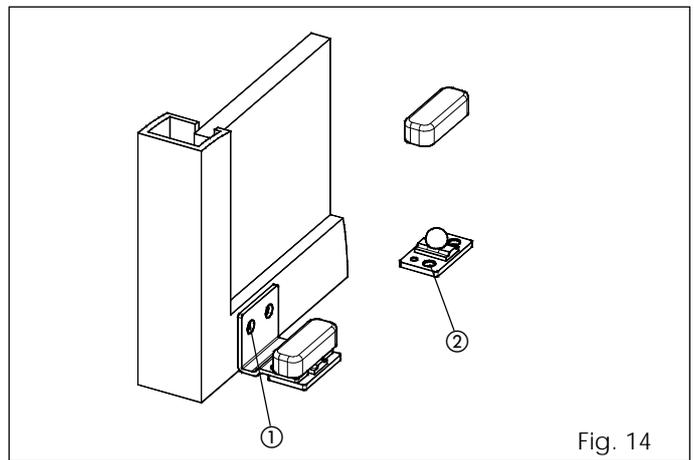

Fig. 14
- Fissare i pattini come indicato in fig. 14 rif. ①.
- Fissare direttamente il pattino a pavimento, come indicato in fig. 14 rif. ② utilizzando tasselli e viti adeguate.